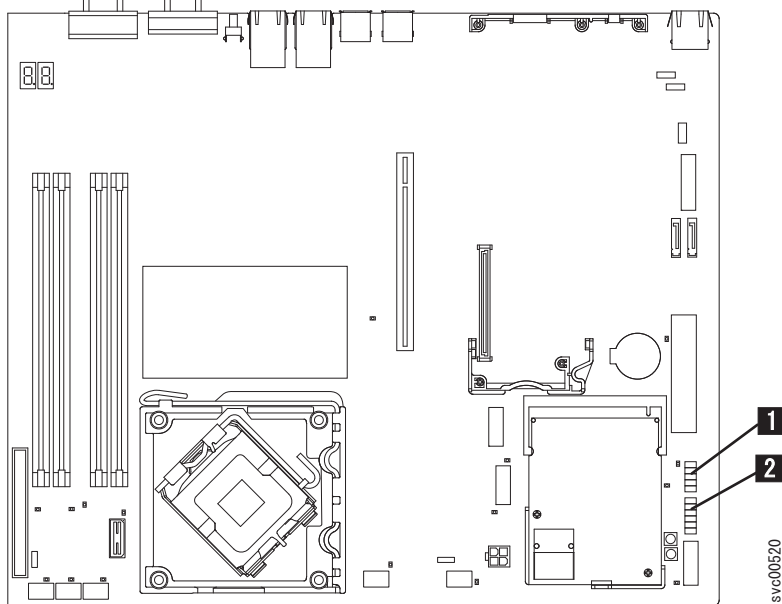

図 234. SAN ポリウム・コントローラー 2145-8A4 システム・ボード上の オペレーター情報パネルのコンネクター
7. オペレーター情報パネル・ケーブルは、一緒にバンドルされてシャーシを介してルーティングされる、2本の太いケーブルと多数の細いケーブルから成っています。それは、オペレーター情報パネルおよび前面 USB ポートへの接続を提供します。このケーブル・アセンブリーをシステム・ボードの右側 (電源機構の隣) からたどって、フロント USB コネクター **1** および オペレーター情報パネル・コネクター **2** を、266ページの図 234 に示すようにシステム・ボードから切り離します。